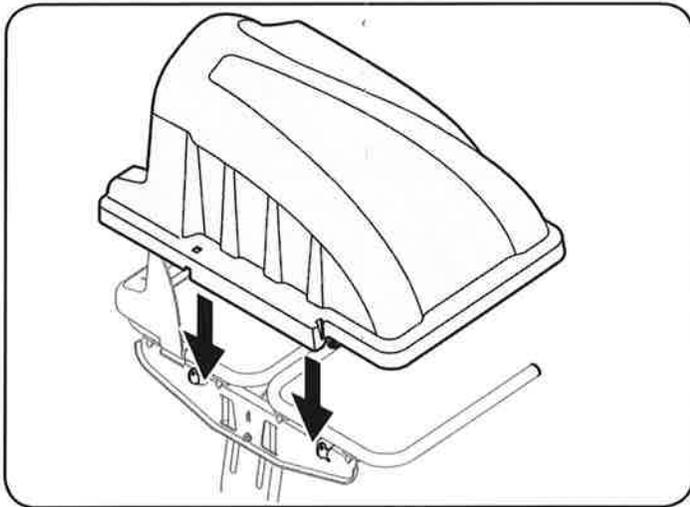

Figura 41
3. Instale la cubierta del colector de césped en el conjunto de soporte de la bolsa, como se ve en la Figura 41 La cubierta colector de césped va dentro de las dos lengüetas de montaje del conjunto de soporte de la bolsa.